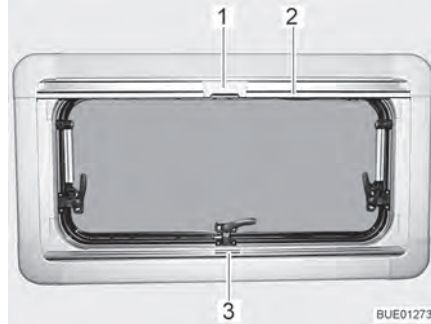
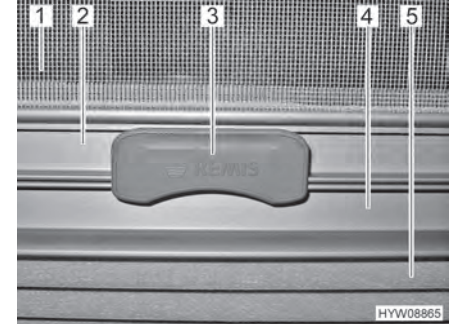

Bild 44 Ausstellfenster
Bild 45 Raste
Die faltverdunklung (Bild 45,5) befindet sich im unteren Rollokasten.
- faltverdunklung in der Mitte der Griffleiste (Bild 44,3 und Bild 45,4) fassen, von unten nach oben ziehen und auf der gewünschten Höhe loslassen. Die faltverdunklung bleibt in dieser Höhe stehen.
Das Insektenschutzrollo (Bild 45,1) befindet sich im oberen Rollokasten.
- Insektenschutzrollo an der Griffleiste (Bild 44,2 und Bild 45,2) nach unten ziehen, bis es an der Griffleiste der faltverdunklung (Bild 45,4) anstößt.
- Raste (Bild 44,1 und Bild 45,3) am Insektenschutzrollo mit der Griffleiste der faltverdunklung verriegeln. Wenn die Raste verriegelt ist, können faltverdunklung und Insektenschutzrollo gemeinsam verstellt werden.
- Raste (Bild 45,3) am Insektenschutzrollo oben drücken.
- Insektenschutzrollo an der Griffleiste (Bild 44,2) langsam zurückführen.